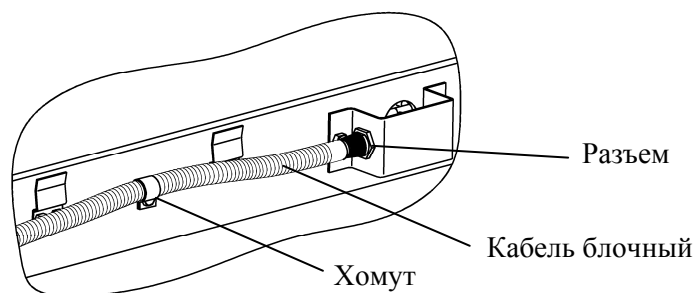

Рис. 4.5 - Подключение кабеля к платформе
4.2.2.3 Соединить индикатор с платформой кабелем. Для защиты разъема платформы от случайных повреждений закрепить кабель к платформе хомутом как показано на рис. 4.5.